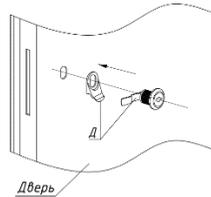

Рис.6
- Установка ручки и замка в дверцу тумбы допускается на любой операции (см. рис. 6).